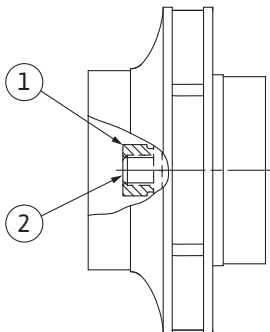

Fig. 106: Правильное положение гайки рабочего колеса после монтажа
8. Удерживая вал гаечным ключом (с шириной зева 22 мм), затянуть гайку рабочего колеса с предписанным крутящим моментом затяжки (см. таблицу «Крутящий момент затяжки» [► 380]). Гайка (Fig. 106, поз. 1) должна располагаться заподлицо с концом вала (Fig. 106, поз. 2) с отклонением $\pm 0,5$ мм. Если это условие не выполняется, ослабить гайку и повторить операции 4 – 8.